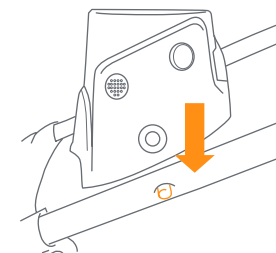
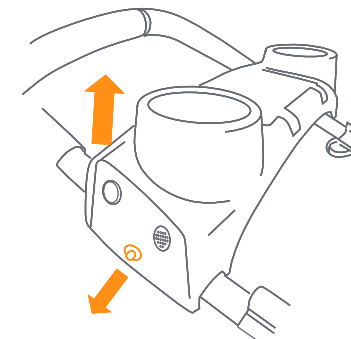

Fig. 9e
Fig. 9f
- To attach** the parent tray, align the fittings on the ends of the parent tray with the fittings on the outsides of the handle. Hook the hole in the parent tray. Pull outward on the opposite end while pushing down on the tray until locked onto the stroller handle. Be careful not to pinch your fingers when installing the parent tray (Fig. 9e). To remove the parent tray, pull outward on one end of the tray while lifting upward (Fig. 9f).
- Para colocar** la bandeja para padres, alinee los accesorios de los extremos de la bandeja para padres con los accesorios de las partes externas del manubrio. Enganche el agujero en la bandeja para padres. Tire hacia fuera en el extremo opuesto mientras empuja hacia abajo la bandeja hasta que se trabe en el manubrio del carrito. Tenga la precaución de no pellizcarse los dedos al instalar la bandeja para padres (Fig. 9e). Para retirar la bandeja para padres, tire hacia fuera de un extremo de la bandeja mientras la levanta (Fig. 9f).